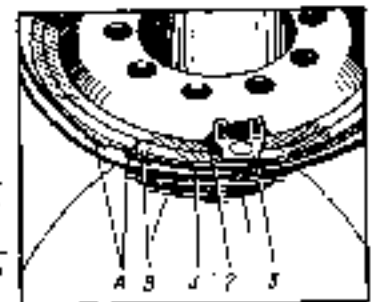

Bild 89. Lage des Schloßringes und des äußeren Bordringes am Rad 254I-508
falm befestigt wird. Der geschlitzte Schloßring 2 (Bild 89) wird an der Felge derart angebracht, daß der Begrenzungsbock in den Schlitz gerät und der Vorsprung B an der Kante des Schloßringes in eine der Nuten A am Bordring 1 einrastet. Die Gummidichtung wird auf das Schlauchventil aufgesetzt und zusammen mit demselben in die Ventilnut der Felge
5. Den Bord- und den Schloßring anbringen, wie im Bild 89 gezeigt ist.